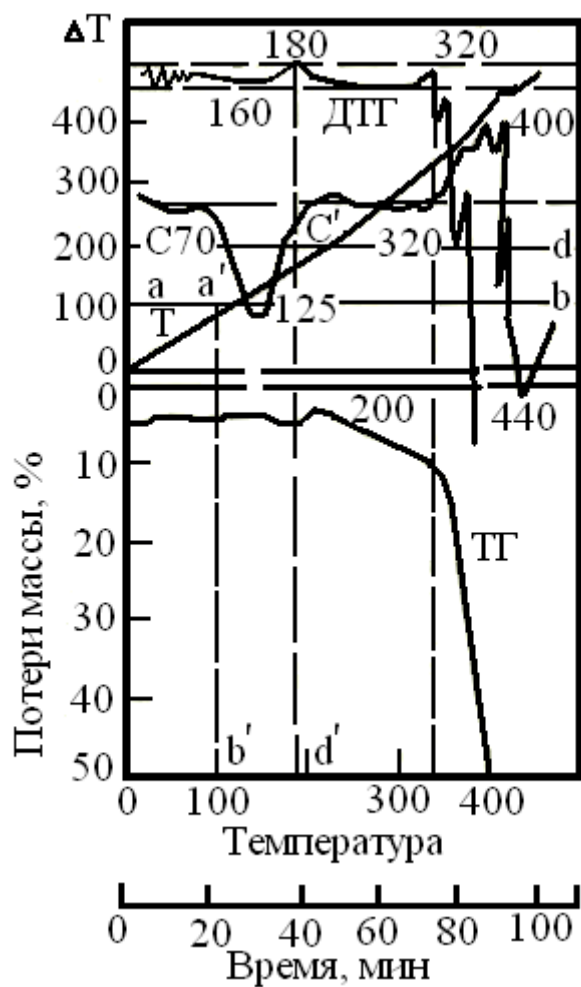

Рис. 4. Дериватограмма полиэтилена: ТГ – термогравиметрическая кривая;
Наиболее распространенным и универсальным прибором для проведения ДТА и ТГА является дериватограф системы Паулик - Эрдеи фирмы MOM (Венгрия). Прибор работает автоматически, запись температурных кривых и убыли массы осуществляется фоторегистрирующим прибором или самописцем. Равномерность прогрева печи обеспечивается программным управлением при скорости подъема температуры 0,5 - 20°C/мин; максимальная температура печи составляет 1200 - 1500 °C. С помощью дериватографа на одном образце можно одновременно определять потерю массы (кривая ТГ), скорость изменения массы (кривая ДТГ), тепловые эффекты (кривая ДТА) и изменение температуры (кривая Т). Типичные кривые, полученные на дериватографе, приведены на рис. 4.
**Обработка результатов.** На дериватографе записывают кривые ДТА, ДТГ, ТГ и Т в виде функции определяемой величины от времени (рис.4). Для их обработки осуществляют перевод в кривые зависимости от температуры. Это осуществляется при помощи кривой Т, показывающей изменение температуры исследуемого образца от времени. Для нанесения на ось абсцисс температурной шкалы через точки пересечения горизонтальных калибровочных линий температуры ( $ab, cd \dots$ ) и кривой Т (точки  $a', b', c' \dots$ ) опускают перпендикуляры ( $a'b', c'd' \dots$ ) на ось абсцисс и наносят соответствующие значения температур. На основании полученной температурной шкалы определяют температуры переходов на кривых ДТА,
**Обработка результатов.** На дериватографе записывают кривые ДТА, ДТГ, ТГ и Т в виде функции определяемой величины от времени (рис.4). Для их обработки осуществляют перевод в кривые зависимости от температуры. Это осуществляется при помощи кривой Т, показывающей изменение температуры исследуемого образца от времени. Для нанесения на ось абсцисс температурной шкалы через точки пересечения горизонтальных калибровочных линий температуры (ab, cd...) и кривой Т (точки a', b', c'...) опускают перпендикуляры (a'b', c'd' ...) на ось абсцисс и наносят соответствующие значения температур. На основании полученной температурной шкалы определяют температуры переходов на кривых ДТА, ДТГ, ТГ, проектируя характерные точки перегибов на ось абсцисс. Кроме того, проектируя минимумы кривой ДТГ на кривую ТГ, можно определить изменение массы, вызванное какими-либо переходами.